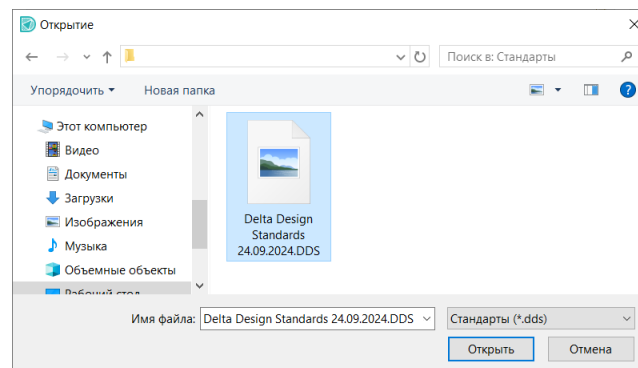

Рис. 15 Выбор импортируемого файла
3. В окне проводника выберите файл для импорта, см. Рис. 15.